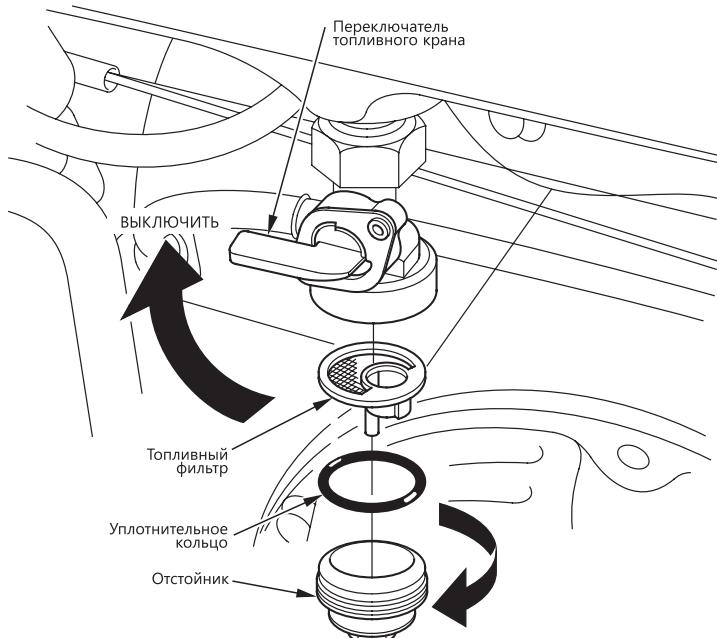

Рис. 11. Обслуживание отстойника
- Переведите переключатель топливного крана в положение «Выкл.» (рис. 11). Снимите отстойник, уплотнительное кольцо и топливный фильтр.